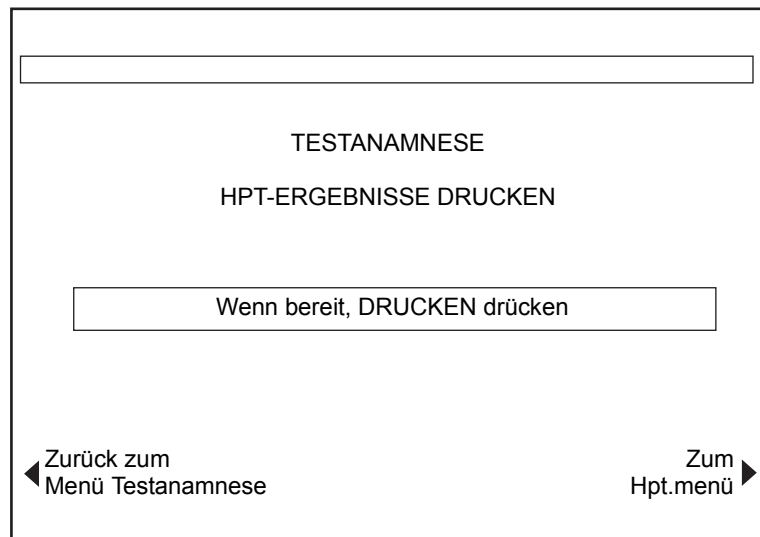

Abbildung 5-34. Bildschirm TESTANAMNESE DRUCKEN (1)
2. Drücken Sie die Taste *Enter*, um den Wert zu bestätigen. Der erste der beiden Bildschirme TESTANAMNESE DRUCKEN wird angezeigt (siehe Abbildung 5-34 auf Seite 5-42).
2. Der erste der beiden Bildschirme TESTANAMNESE DRUCKEN wird angezeigt (siehe Abbildung 5-34 auf Seite 5-42).
Durch Drücken der Funktionstaste **Alle Pat.ergebnisse übertragen** wird der erste der beiden Bildschirme TESTANAMNESE DRUCKEN angezeigt (siehe Abbildung 5-34 auf Seite 5-42). Mit dieser Funktion können die unsortierten Testergebnisse an die serielle RS-232-Schnittstelle des Geräts zur Datenübertragung an einen externen Rechner gesendet werden, um mit der optionalen HMS Plus External Data Manager Software verarbeitet zu werden.
Durch Drücken der Funktionstaste **Alle Pat.ergebnisse übertragen** wird der erste der beiden Bildschirme TESTANAMNESE DRUCKEN angezeigt (siehe Abbildung 5-34 auf Seite 5-42). Diese Funktion ermöglicht es, unsortierte Ergebnisse an den internen Drucker des Geräts zu schicken.
Ist der Modus **Laufende Erfassung** auf [Gedruckt] oder [Elektronisch] eingestellt, erscheint die passende Funktionstaste am Bildschirm, um jegliche noch nicht gesendete Aufzeichnungen nun zu versenden. Der Modus **Laufende Erfassung** ist im Abschnitt „Eingabe der durch den Qualitätskontrolle-Manager bestimmten Parameter“ auf Seite 3-28 beschrieben. Durch Drücken einer der Funktionstasten **Nicht ausgegebene drucken** oder **Nicht ausgegebene übertragen** wird der erste der beiden Bildschirme TESTANAMNESE DRUCKEN angezeigt (siehe Abbildung 5-34 auf Seite 5-42). Diese Funktion ermöglicht das Drucken oder die Übertragung aller bisher nicht gesendeten Testergebnisse im gegenwärtig unter **Laufende Erfassung** gewählten Format. Abhängig von der Einstellung unter **Laufende Erfassung** werden die Ergebnisse entweder an den internen Drucker des Geräts oder zur Datenübertragung an einen externen Computer an den seriellen RS-232-Anschluss geschickt.
Welcher Text im ersten Bildschirm TESTANAMNESE DRUCKEN angezeigt wird, hängt davon ab, welche Funktionstaste gedrückt wurde, als die Kategorie „Testanamnese für Patienten“ gewählt wurde. Abbildung 5-34 zeigt den ersten Druckbildschirm HPT-ERGEBNISSE DRUCKEN, wenn die Funktionstasten **Nach Testart ordnen** und **HPT-Ergebnisse** gedrückt wurden. Weitere gewählte Kategorien des Ergebnisüberblicks für Patienten haben ähnliche Bildschirmtitel, um die Testdaten zur Ausgabe zu kennzeichnen.